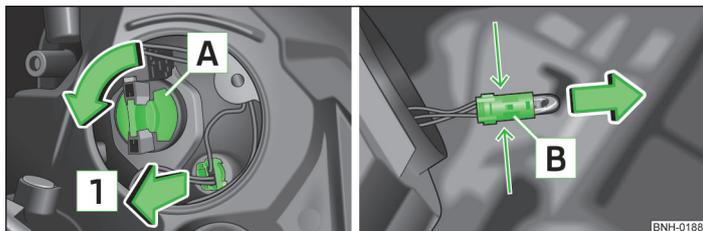

Fig. 172 Bombillas de la luz de carretera, de marcha diurna y de posición
- Girar el portalámparas **A** » fig. 172 hasta la tope en el sentido de la flecha y extraerlo.
- Extraer el portalámparas con la bombilla con movimientos de vaivén en el sentido de la flecha **1** » fig. 172.